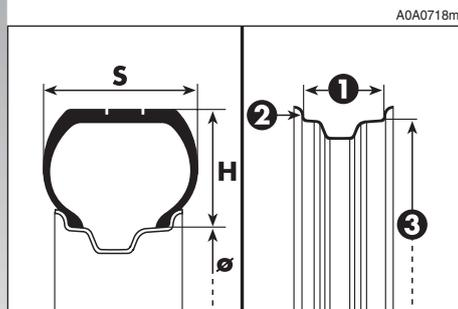

fig. 5
**DEL PNEUMATICO (fig. 5)**
Di seguito vengono riportate le indicazioni necessarie per conoscere il significato della sigla identificativa stampata sul cerchio, come indicato in (fig. 5).